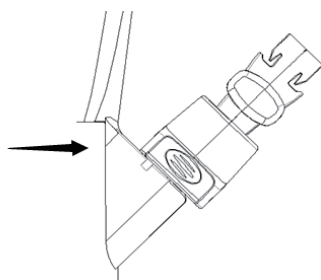

Abbildung 3
2. Stecken Sie das Instrument durch die Verschlusskappe, richten Sie das Instrument auf den Endoskopkanaleingang aus und führen Sie es langsam und gerade ein. Wenn das Instrument und der Führungsdraht die vorgegebene Position erreichen, kann der Führungsdraht in der Verriegelungsnut verriegelt werden und der Führungsdraht ist verriegelt (siehe Abbildung 3). Falls erforderlich, führen Sie das Ende des Führungsdrahts durch das rutschfeste Teil, um den Führungsdraht zu fixieren.